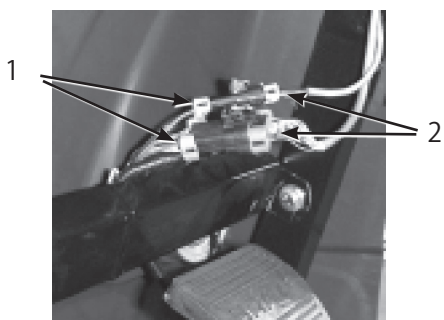

図5
6. スプレープロの電気コードのコネクタを、ダッシュボード下にあるコネクタに接続する (図5)